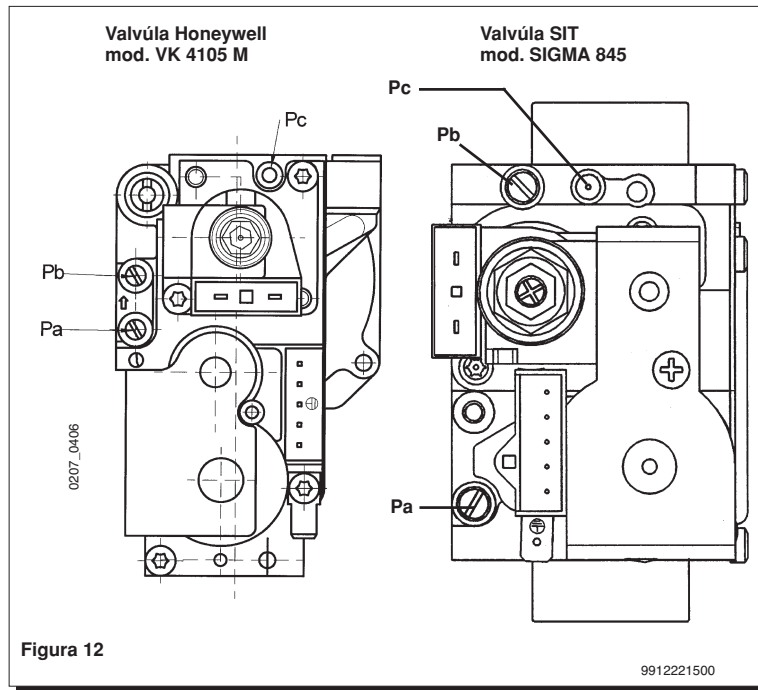

Figura 12
Las modalidades de calibrado del regulador de presión difieren ligeramente según el tipo de válvula del gas utilizada (HONEYWELL o SIT, véase figura 12).
- conectar la toma de presión positiva de un manómetro diferencial, posiblemente de agua, a la toma de presión (Pb) de la válvula del gas (figura 12). Conectar, sólo para los modelos a cámara estanca, la toma negativa del mismo manómetro a un especial "T" que consienta conectar entre ellos la toma de compensación de la caldera, la toma de compensación de la válvula del gas (Pc) y el manómetro mismo. (Se puede efectuar una medición equivalente conectando el manómetro a la toma de presión (Pb) y sin el panel frontal de la cámara estanca); Una medición de la presión en los quemadores efectuada con métodos diferentes a los descritos podría resultar incorrecta, dado que no tomaría en cuenta la depresión creada por el ventilador en la cámara estanca.
As modalidades de ajuste do regulador de pressão são levemente diferentes conforme o tipo de válvula do gás utilizada (HONEYWELL ou SIT, ver figura 12).
- ligar a tomada de pressão positiva de um manómetro diferencial, possivelmente de água, à tomada de pressão (Pb) da válvula do gás (figura 12). Ligar, somente para os modelos a compartimento estanque, a tomada negativa do mesmo manómetro a um especial "T" que permita ligar a tomada de compensação da caldeira, a tomada de compensação da válvula do gás (Pc) e o próprio manómetro. (Uma medição igual pode ser efectuada ligando o manómetro à tomada de pressão (Pb) e sem o painel frontal do compartimento estanque); Uma medição da pressão aos queimadores efectuada com métodos diferentes dos descritos pode resultar falseada, pois pode não considerar a depressão causada pelo ventilador no compartimento estanque.
- controlar que la presión dinámica de alimentación de la caldera, medida en la toma de presión (Pa) de la válvula del gas (figura 12 en página 16), sea correcta (28 mbar para el gas butano, 37 mbar para el gas propano o 20 mbar para el gas natural).
- verificar que a pressão dinâmica de alimentação da caldeira, medida na tomada de pressão (Pa) da válvula do gás (figura 12 na página 21) seja a correcta (30 mbar para o gás butano, 37 mbar para o gás propano ou 20 mbar para o gás natural).